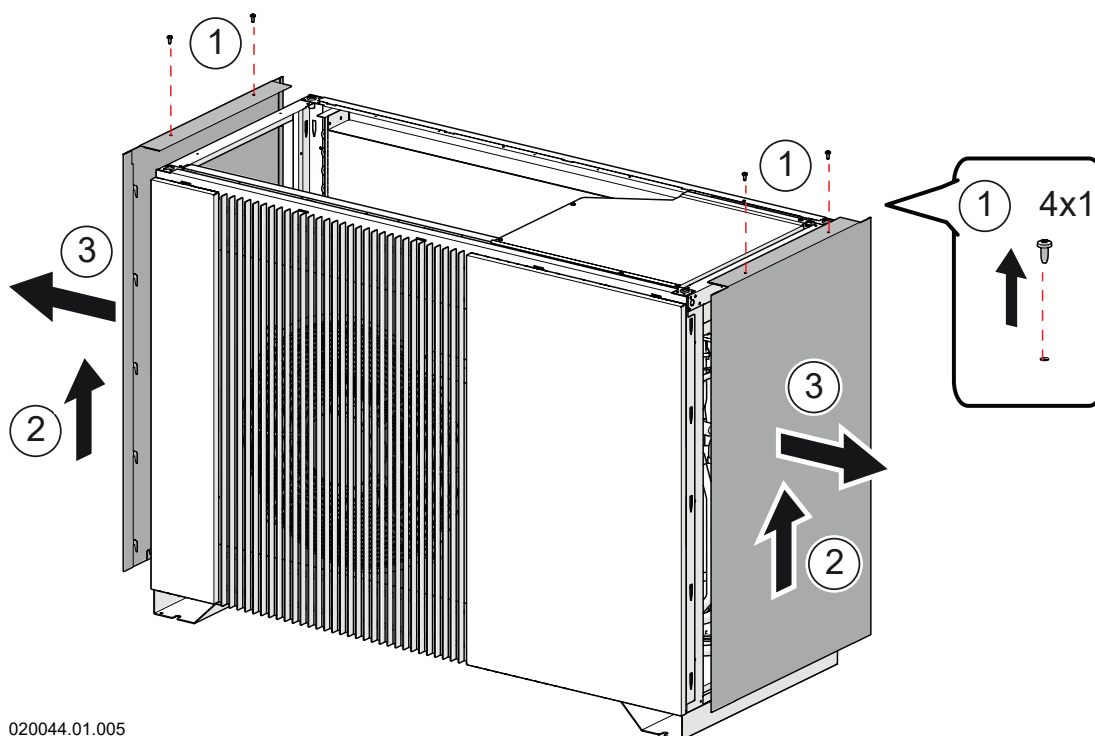

Figura 5-22 - Rimozione pannelli laterali
- 3.-rimuovere i pannelli laterali destro e sinistro (vedere Figura 5-22).